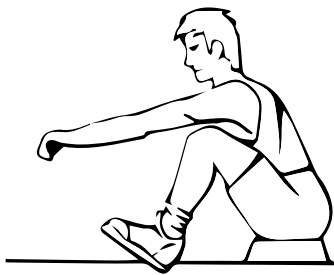

Fig. 7
- Le dos droit et les bras tendus, fléchissez les jambes jusqu'à ce que vous atteigniez la barre de traction (fig. 7).